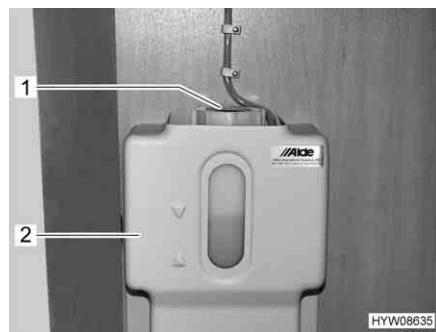
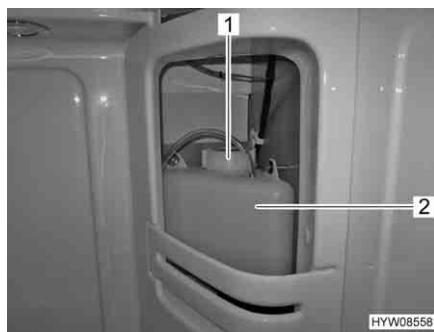

Fig. 160 Vaso d'espansione del riscaldamento ad acqua calda (armadio guardaroba)
Fig. 161 Vaso d'espansione del riscaldamento ad acqua calda (vano doccia)
- Controllare se il livello del liquido nel vaso d'espansione (Fig. 160,2 o Fig. 161,2) è tra le righe del "MIN" e del "MAX".
- Aprire il coperchio (Fig. 160,1 o Fig. 161,1) del vaso di espansione.